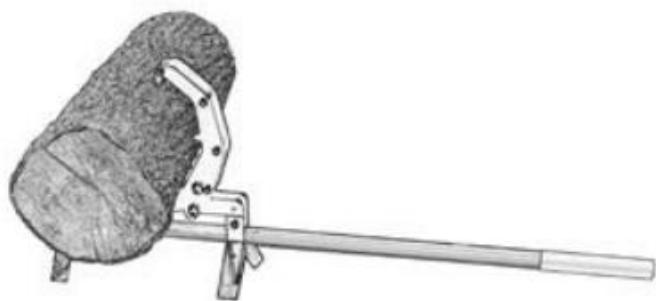

Figur 2
2. Montera klo (4) med lagerbussning, tapp (5) och låsmutter M10 som visas i figur 2.